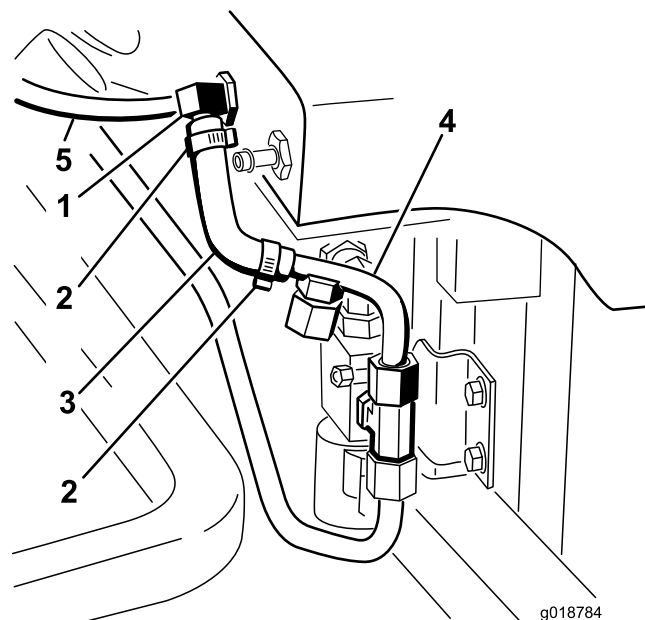

図 31
10. モールドタイプの細い油圧ホースに小さいホースクランプを取り付ける (図 31)。
11. モールドホースの長い方の脚を、油圧オイルタンクの 90 度 T 字フィッティングに取り付ける (図 31)。
12. モールドホースの短い方の脚を、油圧ライン(4番)のバーブ端部に取り付ける (図 31)。
14. 油圧ライン(ホース)(5番)を、小さい 90 度 T 字フィッティングに仮止めする (図 31)。